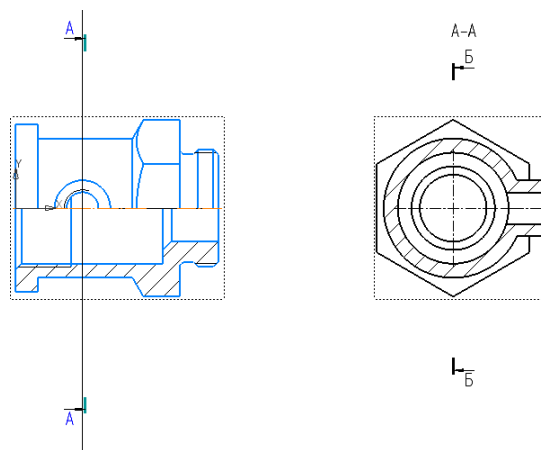

Рис. 25 Фронтальный разрез
- **Вид Спереди сделать активным.** Создать новый слой и окружность – проекцию фаски перенести на новый слой, предварительно выключив видимость слоя (рис. 25).